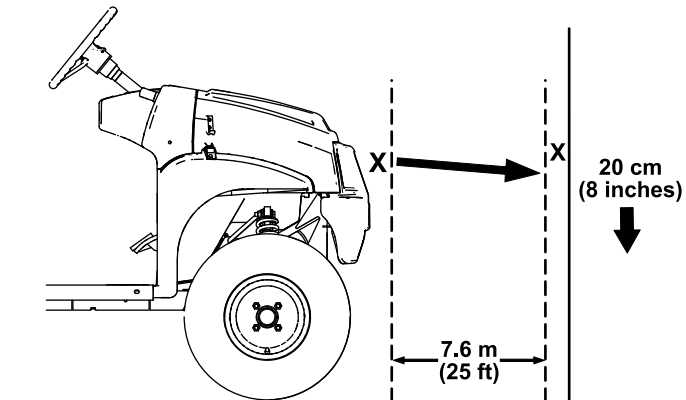

Figura 49
1. Aparque la máquina en una superficie nivelada con los faros a unos 7.5 m (25') de una pared (Figura 49).
La parte más brillante del haz del faro debe estar a 20 cm (8") por debajo de la señal hecha en la pared (Figura 49).